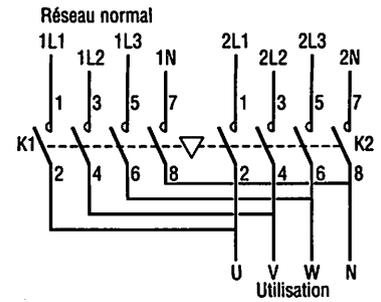

Fig. 4 : Circuit de puissance.
a) Circuit de puissance (fig. 4)